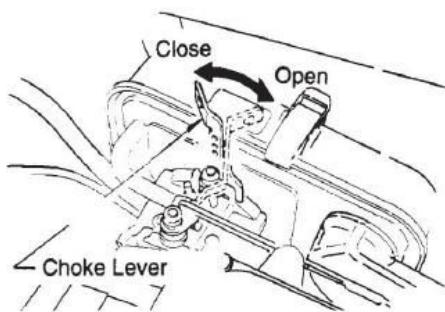

Рис. 7 Рычаг воздушной заслонки
3. Закройте воздушную заслонку (Рис.7) и переместите рычаг дроссельной заслонки в "полностью открытое" положение. Вращение рычага воздушной заслонки на 90 градусов по часовой стрелке устанавливает ее в полностью «Закрытое положение». В холодную погоду, запускайте машину с полностью закрытой воздушной заслонкой. В теплую погоду или когда двигатель прогрет, повторный запуск может производиться с полуоткрытой или полностью открытой воздушной заслонкой.